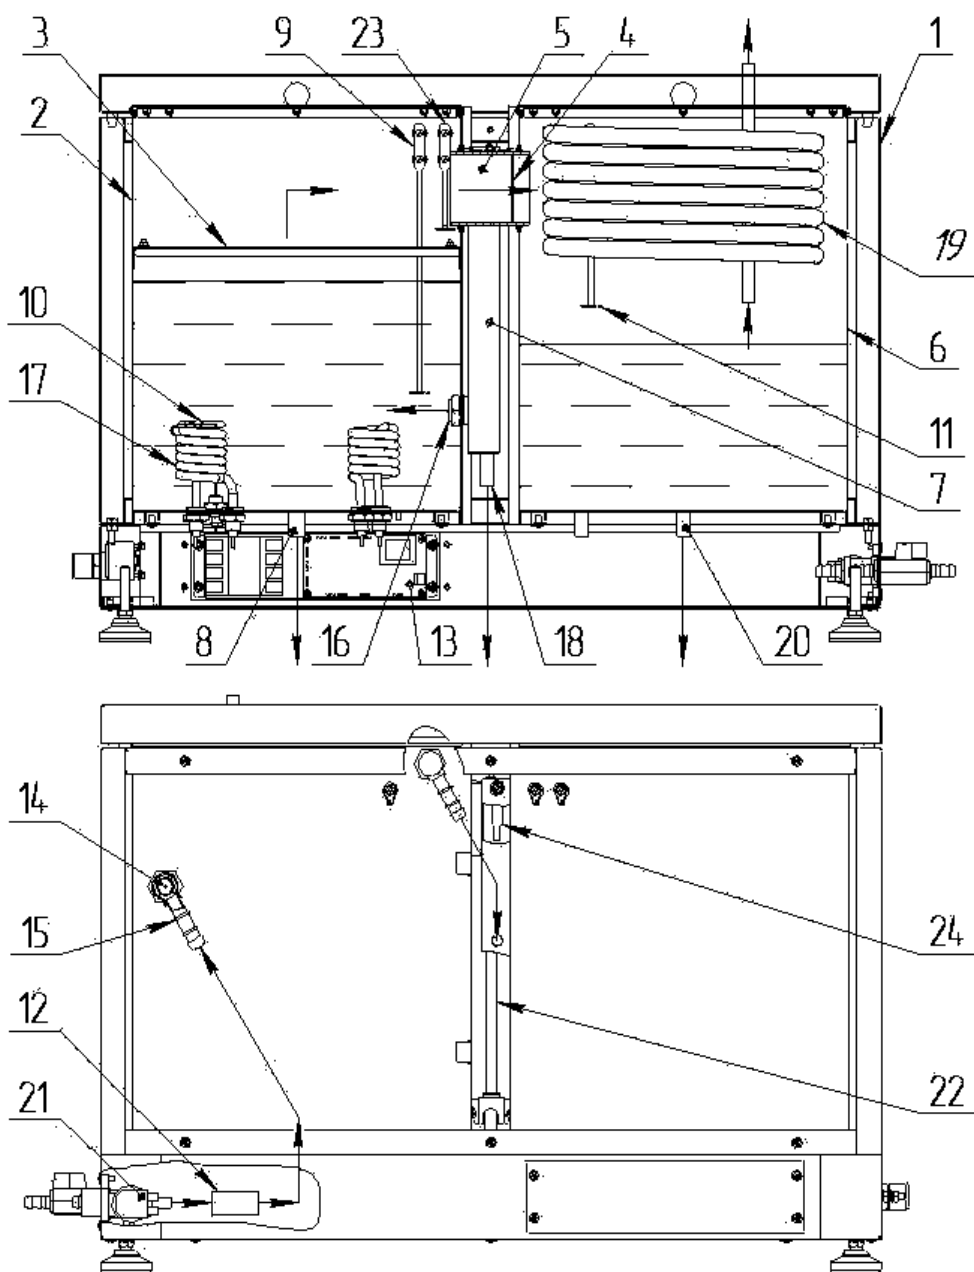
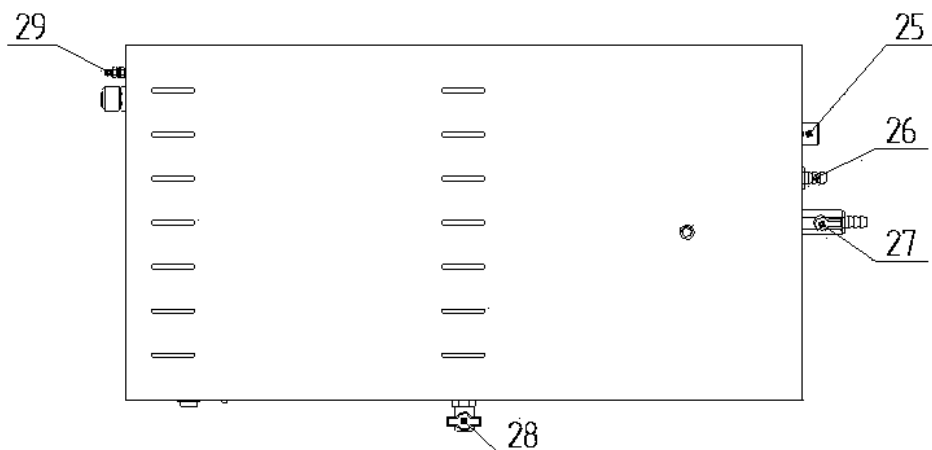

Рисунок 1. Устройство аквадистилляторов электрических Liston A 1104, Liston A 1110, Liston A 1125, где:
Рисунок 2. Схема подключения к штуцерам и клемме заземления аквадистилляторов электрических Liston A 1104, Liston A 1110, Liston A 1125, где:
4.2.1.1. При включении аквадистиллятора с помощью переключателя «СЕТЬ» (переключатель подсвечивается при включении), происходит срабатывание клапана 21 подачи исходной воды (Рисунок 1). Как только уровень воды в испарителе достигнет нижнего датчика 9, автоматика включает нагревательные элементы 17.
4.2.1.6. Дистиллированную воду можно получать в непрерывном режиме, не используя Сборник 6, отбирая дистиллят через Сливной кран 28 (Рисунок 2) на передней панели в другие емкости.
4.2.2.3. При достижении уровня воды в Испарителе 2 (Рисунок 1) Нижнего датчика 9 (контакт LOW на Рисунке 3, Рисунке 4), срабатывает магнитный пускатель КМ 1.1 и подключает напряжение к электронагревателям ЕК.
4.2.2.6. При наполнении сборника дистиллята до Датчика уровня 11 (Рисунок 1) (контакт HIGH на Рисунке 3, Рисунке 4), автоматика отключит нагрев воды и перекроет Входной клапан подачи воды Y1. Зелёный индикатор РЕЖИМ (НЛ 1) погаснет. При сливе дистиллята из накопителя автоматика откроет входной клапан Y1 и включит нагрев воды, при этом загорится индикатор РЕЖИМ (светодиод НЛ 1).
4.2.2.7. При переливе воды в Испарителе 2 (Рисунок 1) или Уравнителе 7, уровень воды достигнет верхнего датчика контроля уровня в Испарителе 23 или датчика контроля уровня в Уравнителе 24 (контакт ALARM на Рисунке 3, Рисунке 4), автоматика отключит нагреватель и входной клапан, при этом загорится красный индикатор АВАРИЯ (НЛ2). Для продолжения работы необходимо выключить сетевой выключатель S1 (Сеть), устранить причину перелива и включить S1 (Сеть).
6.6. Рекомендуется установка в систему водопровода самоочищающегося фильтра с манометром (с тонкостью фильтрования 100 мкм) для исключения засорения Диафрагмы 14 (Рисунок 1) и Клапана 25 (Рисунок 2).
6.12. Присоединить штуцер ДУ8 (для аквадистиллятора Liston A 1104) с наружной резьбой 1/2", либо ДУ12 (для аквадистилляторов Liston A 1110 и Liston A 1125) с наружной резьбой 1/2" через уплотнительную ленту к Крану 28 (рисунок 2).
6.13. Присоединить штуцер ДУ8 (для аквадистиллятора Liston A 1104) с наружной резьбой 1/2", либо ДУ12 (для аквадистилляторов Liston A 1110 и Liston A 1125) с наружной резьбой 1/2" через уплотнительную ленту к Крану 27 (рисунок 2)
Подключить шланги слива, один к Штуцеру 26- сливу охлаждающей воды (Рисунок 2), второй к Крану-штуцеру 27 - сливу отработанной воды из испарителя. Соединения шлангов со штуцерами стянуть хомутами, входящими в комплект поставки.
(ВАЖНО: Шланг слива охлаждающей воды из Штуцера 26 (Рисунок 2) должен располагаться под уклоном и на нем не должно быть изгибов и колен. При необходимости- укоротить длину шланга. Перепад высот между штуцером 26 и местом подключения шланга к канализации должен быть не менее 0,3 м. Шланг не должен упираться во внутреннюю стенку канализационной трубы.
В противном случае, уровень воды в Испарителе 2 (Рисунок 1) и Уравнителе 7 начнет повышаться и достигнет верхнего датчика контроля Уровня 23 или Датчика контроля уровня 24, автоматика отключит дистиллятор, при этом загорится красный индикатор АВАРИЯ.)
6.15. Подключить наливной шланг к Штуцеру 25 (Рисунок 2)
6.17. Проверить, что нижний Датчик контроля уровня 9 (Рисунок 1) не касается стенок Испарителя 2 и Рассекателя потока пара 3. В противном случае электронагреватели начнут работать в отсутствие достаточного уровня воды. При этом произойдет аварийное выключение дистиллятора из-за повышения температуры электронагревателей выше 150°C.
6.18. Проверить, что Датчик уровня дистиллята 11 (Рисунок 1) не касается стенок Конденсатора 6 и Теплообменника 19. В противном случае автоматика будет считать, что сборник наполнен дистиллятом, отключит нагрев воды и перекроет входной клапан подачи воды.
6.19. Проверить, что Датчики 23 (Рисунок 1) и 24 не касаются стенок Испарителя 2 и Уравнителя 7. В противном случае, автоматика будет считать, что произошел перелив воды - выключит дистиллятор, при этом загорится красный индикатор АВАРИЯ.
7.3. Закрывать кран слива воды из Испарителя поз. 27 (Рисунок 2).
7.5. Проверить, что нижний Датчик контроля уровня 9 (Рисунок 1) не касается стенок Испарителя 2 и Рассекателя потока пара 3. В противном случае электронагреватели начнут работать в отсутствие достаточного уровня воды. При этом произойдет аварийное выключение дистиллятора из-за повышения температуры электронагревателей выше 150°C.
7.6. Проверить, что Датчик уровня дистиллята 11 (Рисунок 1) не касается стенок Конденсатора 6 и Теплообменника 19. В противном случае автоматика будет считать, что сборник наполнен дистиллятом, отключит нагрев воды и перекроет входной клапан подачи воды.
7.7. Проверить, что Датчики 23 (Рисунок 1) и 24 не касаются стенок Испарителя 2 и Уравнителя 7. В противном случае, автоматика будет считать, что произошел перелив воды - выключит дистиллятор, при этом загорится красный индикатор АВАРИЯ.
7.15. Через 30 минут после выключения, слить воду из камеры испарения, открыв для этого Сливной кран 27 (Рисунок 2).